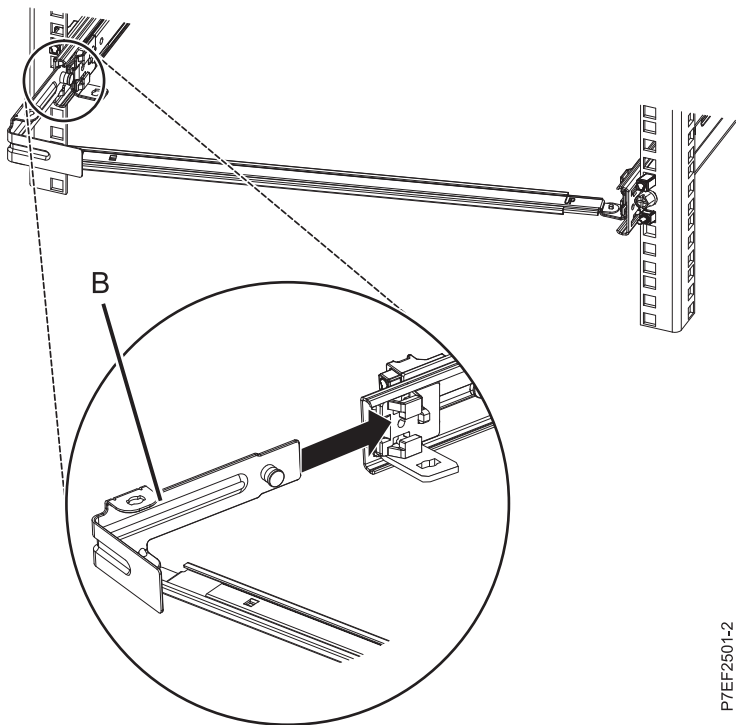

Figure 12. Extension de la broche et installation de l'équerre dans la glissière
4. Fixez le support d'arrêt de routage des câbles (**B**) à l'emplacement situé à l'intérieur de la glissière de gauche, en le faisant glisser (**B**) dans la glissière jusqu'à ce que le loquet à ressort se mette en place. Pour plus de détails, voir figure 12.